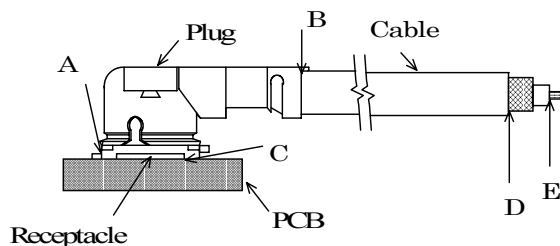

Fig.1
A. Testing: Solder the receptacle connector to the test board and mate the plug connector together, then measure the contact resistance as shown in Fig.1 by the four terminal method. Apply the low level condition in accordance with MIL-STD-202, Method 307.
A. 試験法: テスト基板にリセプタクルコネクタを半田付けし、プラグコネクタと嵌合させ、Fig. 1のように4端子法にて下記の条件で測定する。 MIL-STD-202 試験法 307 に準拠。